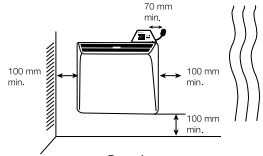

Рис. 4
- При настенной установке конвектора, необходимо вертикально установить держатель Bullet Sensor с помощью самореза и дюгеля на стене как указано на рис. 4.